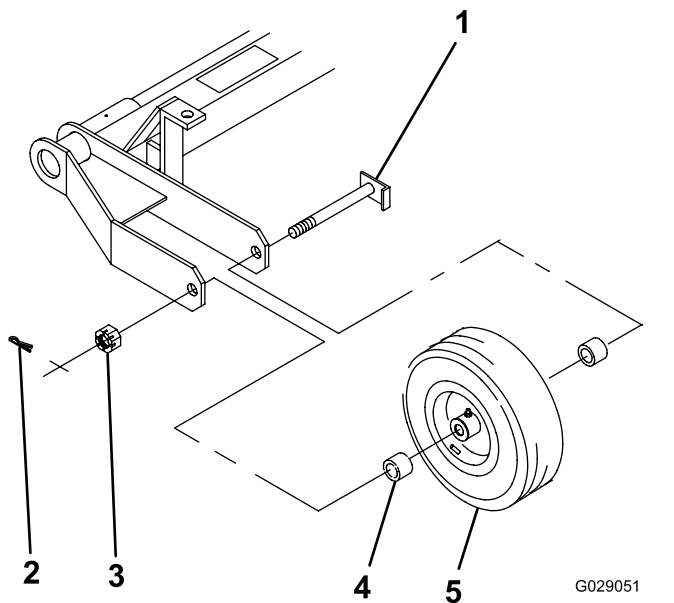

Рисунок 2
1. Расположите колесо в сборе и два разделителя колеса (по одному с каждой стороны ступицы колеса) в промежутке рамы, как показано на Рисунок 2.
2. Вставьте ось сквозь раму, разделители и колесо (Рисунок 2).